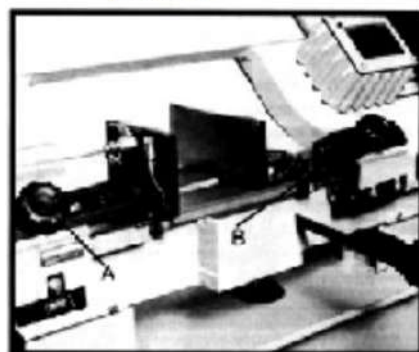

Рис. 6
2. Отпустите зажим (А, Рис. 6) и болт (В). Подвиньте узлы направляющих лезвия как можно ближе к материалу, не прикасаясь к разрезу.